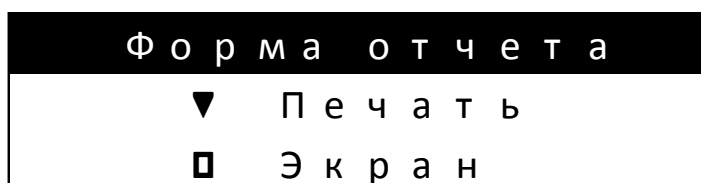

Рисунок 7.1.12 - Окно выбора формы отчета
7.1.16 Окно выбора формы отчета (печать или вывод на дисплей) (рисунок 7.1.12). Пользователю предлагается выбрать форму отчета – распечатка или вывод на дисплей.